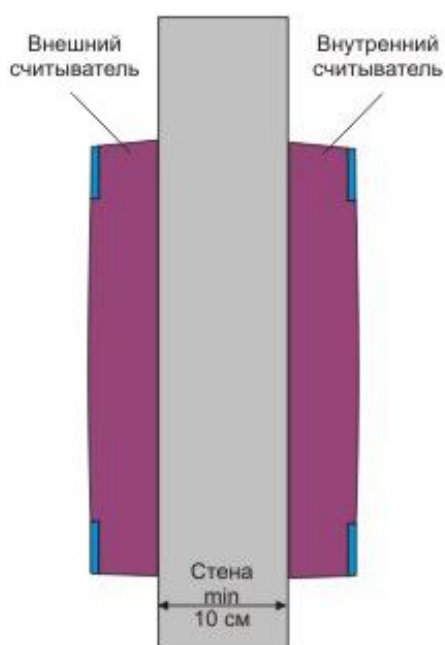

Рисунок 6. Крепление считывателей на одном уровне.
- При установке считывателей на одном горизонтальном и вертикальном уровне (рис. 6) толщина стены должна быть не менее 10 сантиметров.